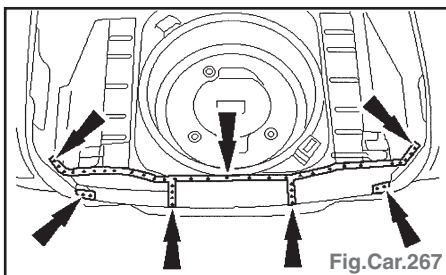

Fig.Car.267
- fraiser les points de soudure par le bas (Fig.Car.267).